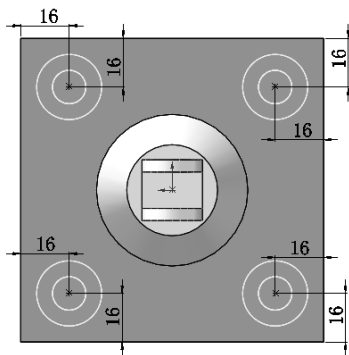
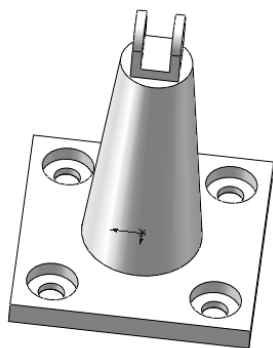

图 4-96 “孔规格”属性管理器
图 4-97 绘制孔结果
**10** 创建沉头孔。选择菜单栏中的“插入”→“特征”→“孔”→“向导”命令，或者单击“特征”控制面板中的“异型孔向导”按钮，此时系统弹出图 4-96 所示的“孔规格”属性管理器，选择“六角螺栓等级”类型，“M10”大小，设置终止条件为“完全贯穿”，选择“位置”选项卡，单击“3D 草图”按钮。依次在绘图基准面上放置孔，单击“草图”控制面板中的“智能尺寸”按钮，标注上一步绘制的孔。然后单击“确定”按钮，结果如图 4-97 所示。